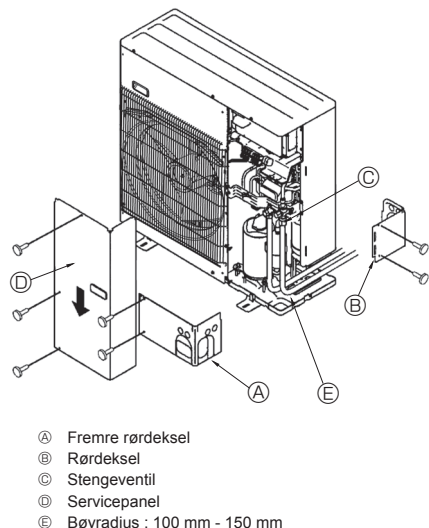

Fig. 4-3
4.3. Kjølemiddelrør (Fig. 4-3)